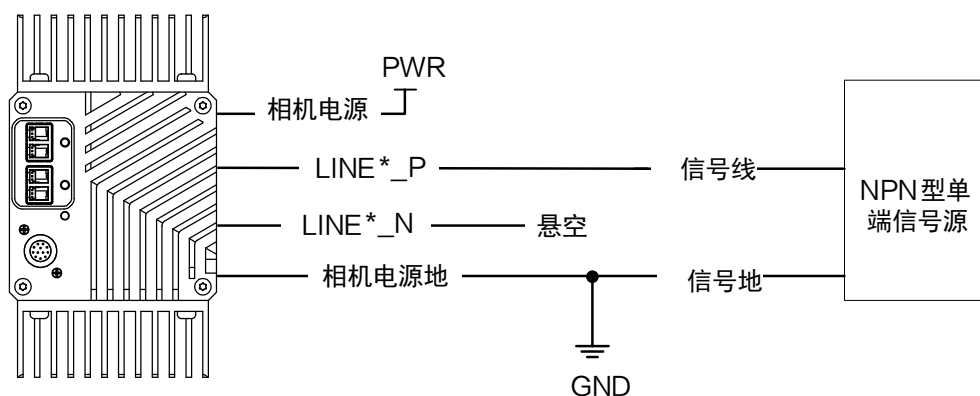
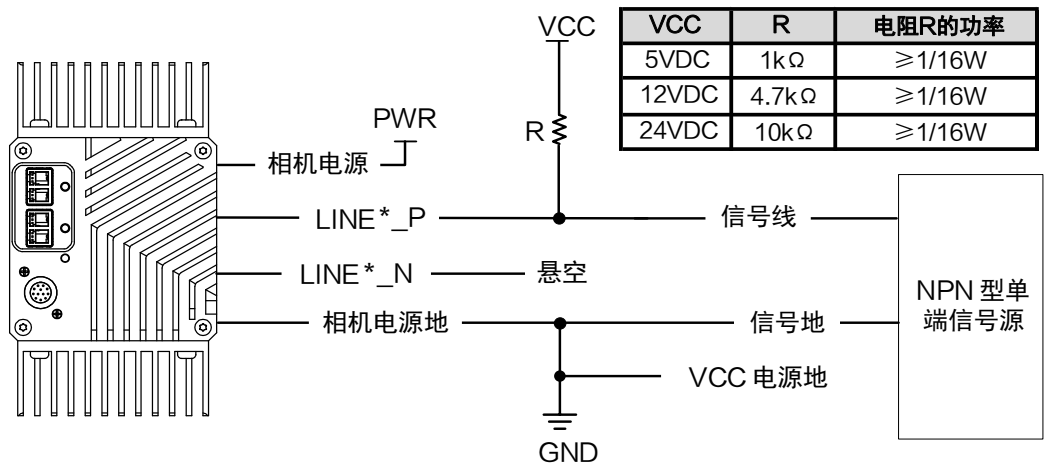

图7-6 NPN 单端输入接线
图7-7 NPN 单端输入接线（需上拉电阻）
- NPN 型单端信号源提供信号源时，有两种不同的接法，接线如 图7-6 和 图7-7 所示。